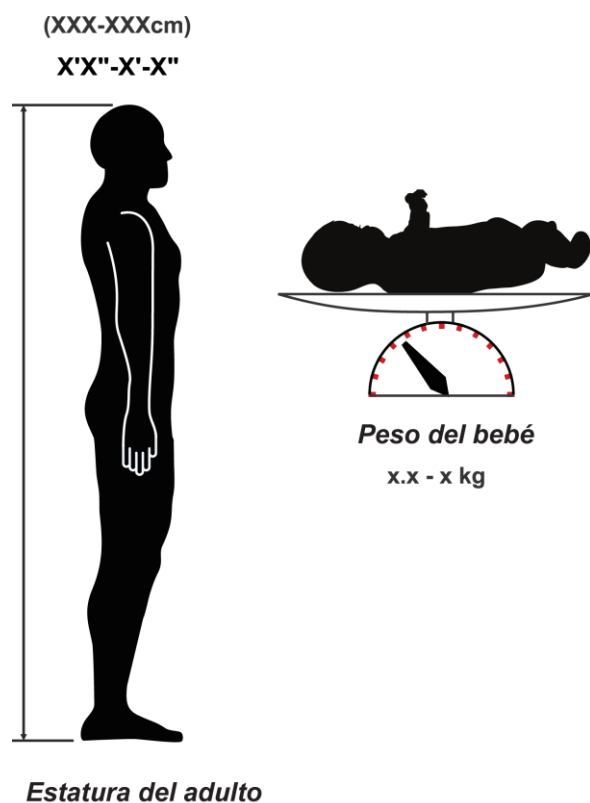

Figura 9: Mediciones
- Estatura del paciente o peso del lactante (consulte Figura 9: Mediciones)